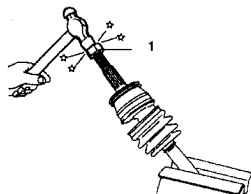

Рис. 8.11 Установите шарнир на полуось – обратите внимание на гайку, установленную для защиты резьбы (См. Раздел 4)
12. Установите гайку крепления ступицы на конец полуоси, совместите отметки на шарнире и полуоси, сделанные при снятии, затем аккуратно установите шарнир на место (гайка установлена для защиты резьбы) (См. Рис. 8.11).